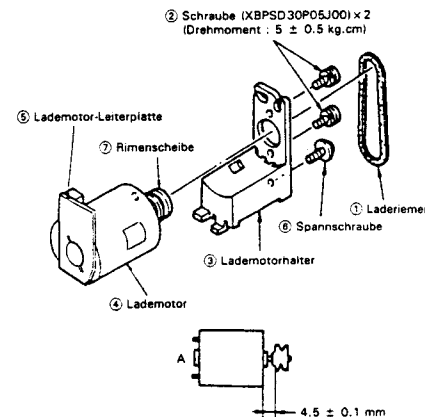

Abbildung 1-29.
• Auswechseln (Abb. 1-29)
3. Den Laderiemen ① entfernen.
4. Die Spannschraube ⑥ (XHPSD30P08WS0) entfernen. Das Laufwerkchassis zum leichten Entfernen neigen.
5. Die beiden Schrauben ② (XBPSD30P05J00) abschrauben, und den Lademotor ④ vom Lademotorhalter ③ entfernen.
6. Die Lademotor-Leiterplatte ⑤ entfernen.
7. Den Lademotor zusammen mit der Riemenscheibe ⑦ auswechseln.
Die Einheit direkt in Richtung der Achse einsetzen. (Die Einsetzrichtung ist aus Abb. 1-29 ersichtlich.)